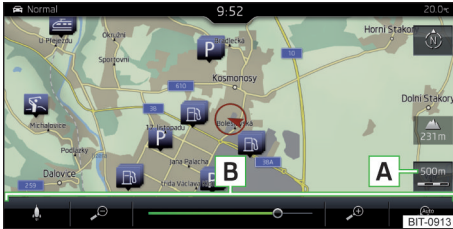
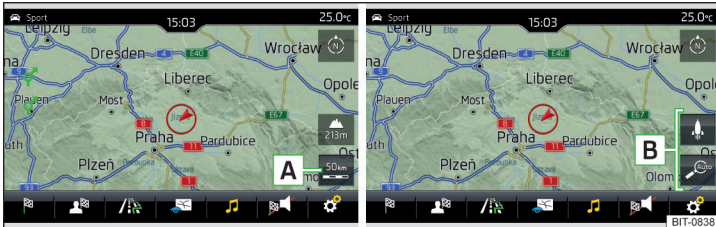

Abb. 234
Abb. 235 Funktionsflächen für die Kartenmaßstabsänderung: Infotainment Amudsen
» Die Funktionsfläche **A** » Abb. 234 bzw. » Abb. 235 antippen.
Im Bereich **B** » Abb. 234 bzw. » Abb. 235 werden Funktionsflächen für die Kartenmaßstabsänderung eingeblendet.
- » Die Funktionsfläche **A** » Abb. 234 antippen und den Schieberegler verwenden oder die Funktionsfläche  /  im Bereich **B** » Abb. 234 antippen (gilt für das Infotainment Columbus).